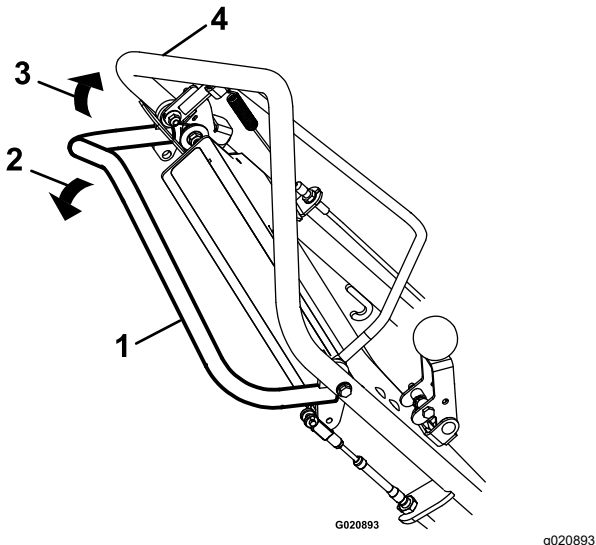

Рисунок 12
- Чтобы двигаться вперед, прижмите штангу управления самоходным приводом к рукоятке (Рисунок 12).